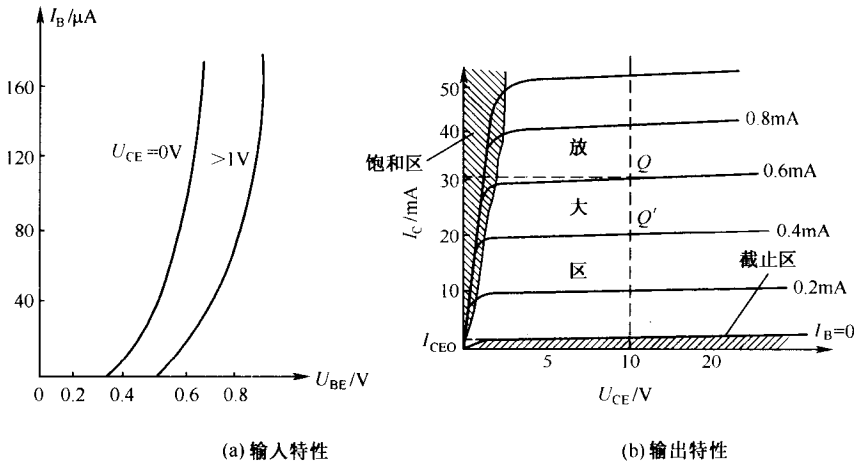

图 1.2.4 晶体三极管的伏安特性
晶体三极管是具有放大作用的半导体器件，通常为三个引出端，要用两组伏安特性曲线才能全面反映晶体管的性能，如图 1.2.4 所示。
(1) 输入特性 (见图 1.2.4 (a)) 的特点
①  $U_{CE} = 0$  时的特性类似于 PN 结的正向特性。
②  $U_{CE} \neq 0$  时输入特性右移，且  $U_{CE} > 1V$  以后的输入特性曲线簇基本重合，因此手册上通常只给出  $U_{CE} > 1V$  的一条输入特性曲线。
(2) 输出特性 (见图 1.2.4 (b)) 的特点
① 输出特性分为饱和区、放大区、截止区。三极管用作放大器件时，工作在放大区；三极管用作开关器件时，工作在饱和区和截止区。
② 每条曲线均有上升和水平两部分，上升部分—— $I_C$  主要决定于  $U_{CE}$ ，而与  $I_B$  关系不